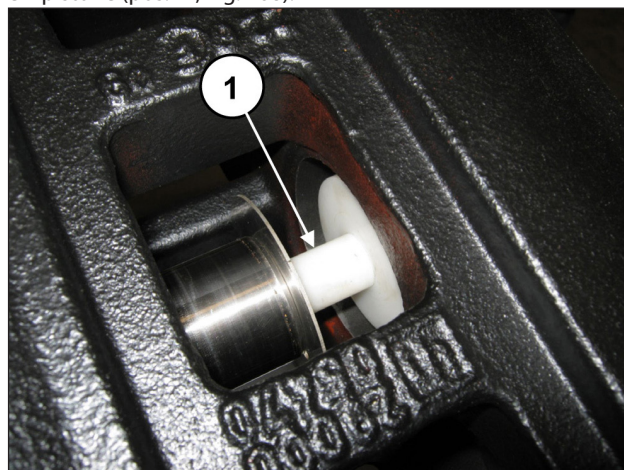

Fig. 168
Inserire l'attrezzo tampone cod. 27632500 tra il guida pistone e il pistone (pos. ①, Fig. 168).